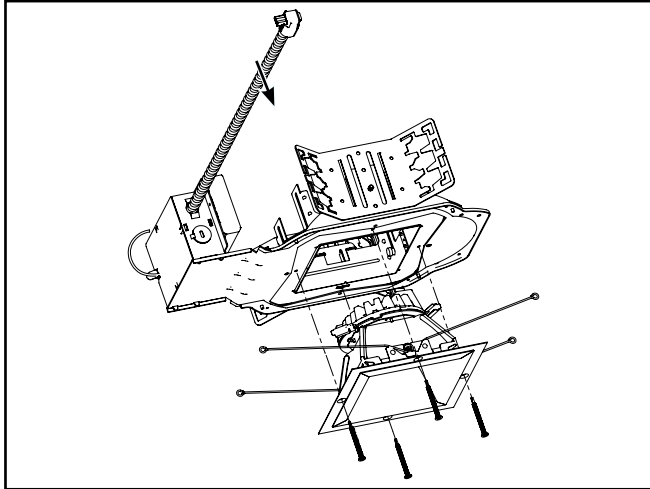

Figure 10
4. Installez les vis dans les trous de départ du boîtier comme indiqué sur la (Figure 10) jusqu'à ce qu'elles soient légèrement serrées contre le matériau du plafond en veillant à ce que la bride blanche mate ne soit pas déformée de quelque manière que ce soit.